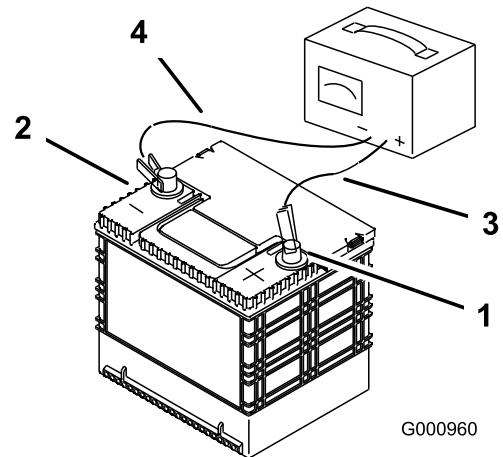

Figura 61
3. Cuando la batería esté completamente cargada, desconecte el cargador de la toma de electricidad, luego desconecte los cables del cargador de los bornes de la batería (Figura 61).